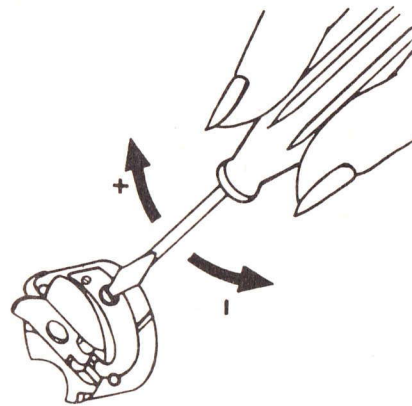

Abb. 29
B) Unterfadenspannung (Abb. 29)
Drehen nach rechts: festere Spannung (Abb. 29)